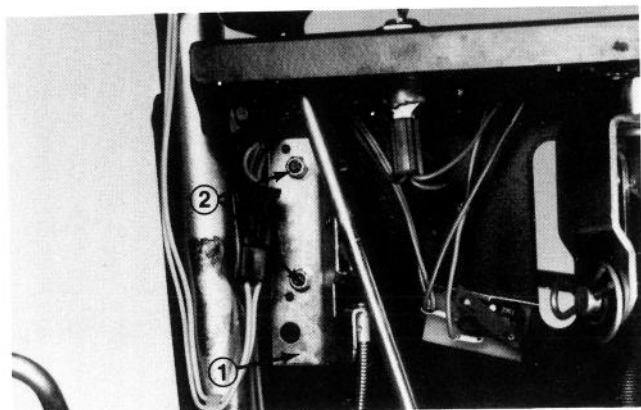

Fig. 5
1. Fra bagsiden skydes gaskontrollen gennem spalten i instrumentpanelet. Pas på ikke at beskadige ledningerne. Fastspænd gaskontrollen med to maskinskruer og låsemøtrikker (Fig. 5). Skru forsigtigt det røde håndtag på gaskontrollen.